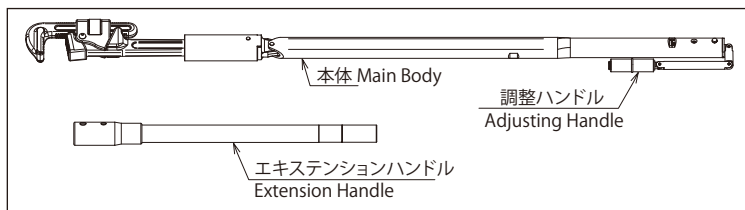

図 6 Fig.6
- PHLE2 シリーズは本体とエクステンションハンドルが図 6 の様に分離状態にて出荷しています。ご使用前に分解・組立方法①と図 7 の手順にて組み立ててください。
PHLE2 body and extension handles are shipped out with separately as Fig.6. Assemble them referring assembly/disassembly methods ① and Fig.7 procedures before use.